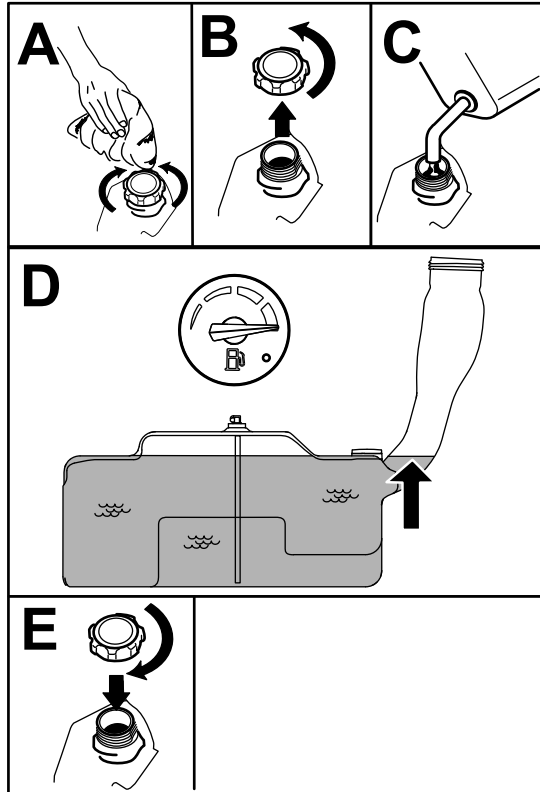

Figure 7
5. Remplissez le réservoir de carburant jusqu'à ce que la jauge indique qu'il est plein (Figure 7). Ne remplissez pas complètement le réservoir de carburant.